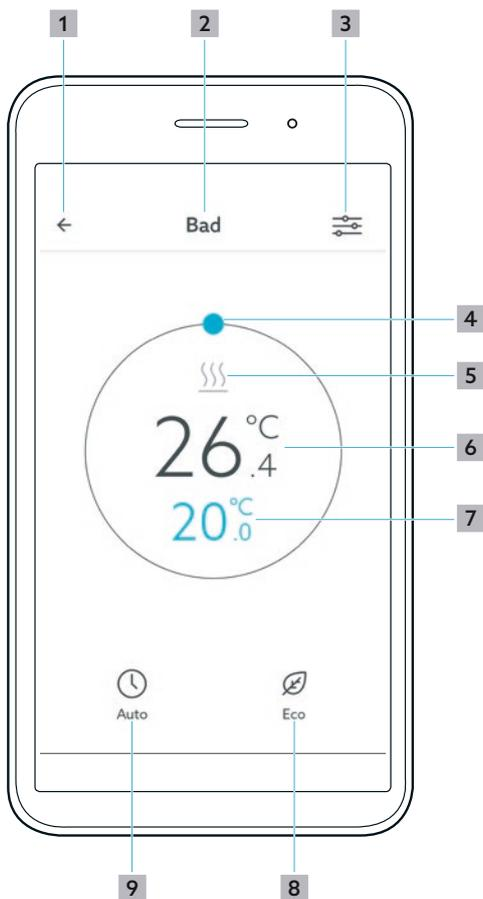

Abb. 14: ClimaCon F App Übersicht Raumthermostat
- 1** Tippen Sie auf dem Übersichts-Bildschirm für den Raumthermostaten, für den Sie Einstellungen vornehmen möchten, auf den Button „Menü Einstellungen aufrufen“ (Position **3** in Abb. 14 auf Seite 17).